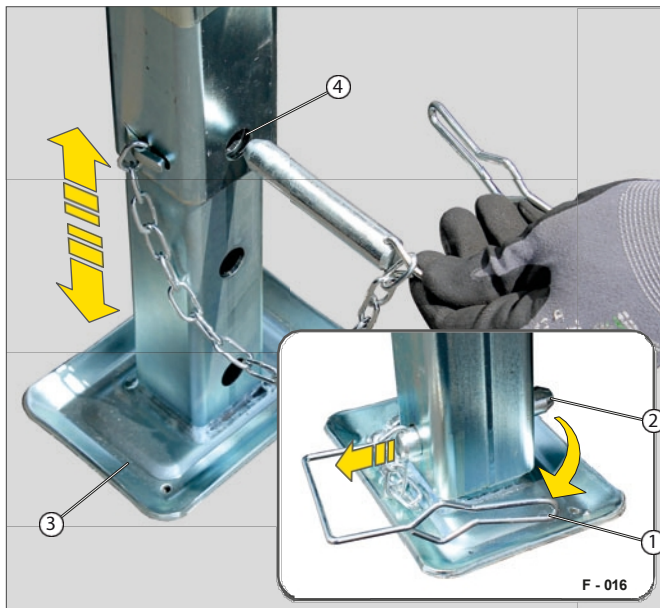

Fig. 15 Justering av nivelleringsfoten
- Løsne braketten (fig. 15/1) fra låsepinnen (fig. 15/2).
- Trekk ut innstikkbolten mens du holder i nivelleringsfoten (fig. 15/3).
- Plasser nivelleringsfoten tilsvarende (opp eller ned) slik at bolten passer gjennom hullene (fig. 15/4).